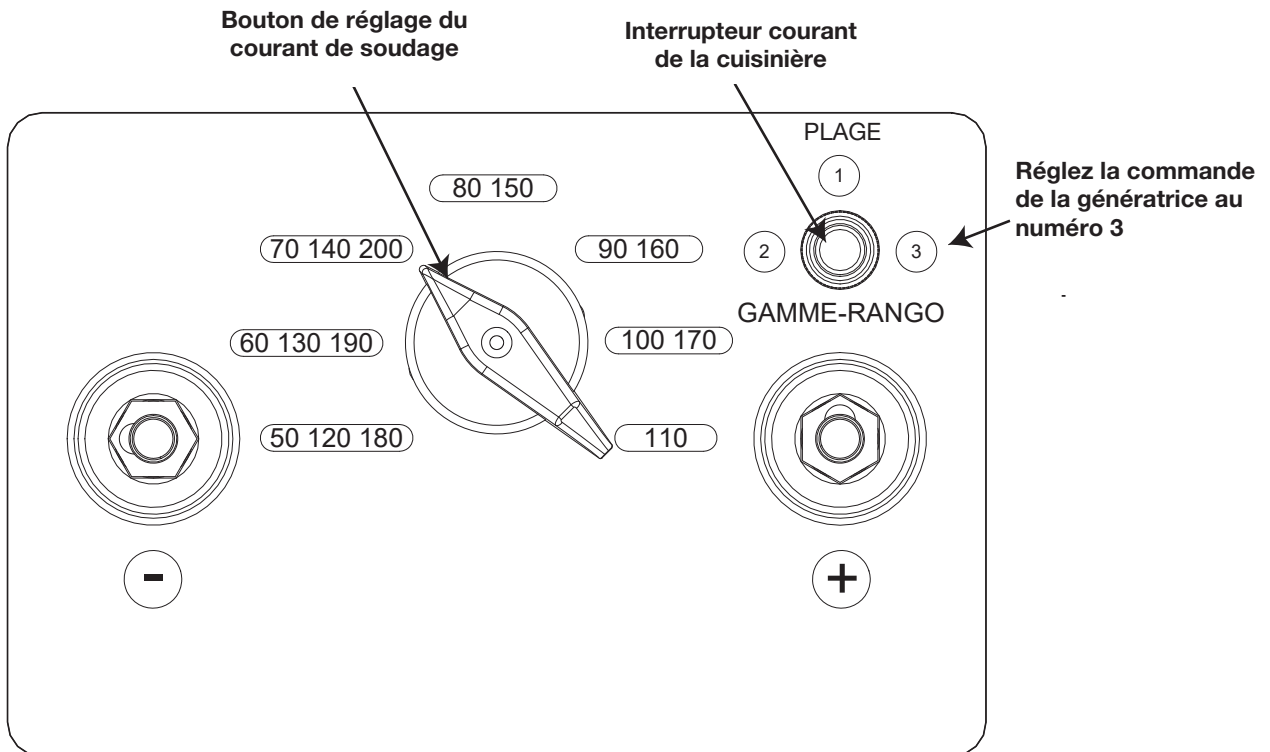

Figure 6 Panneau de commande
### L'INTERRUPTEUR INDIVIDUEL DE CUISINIÈRE ACTUEL (SITUÉ AU HAUT À LA DROITE DU PANNEAU DE COMMANDE DE L'ALTERNATEUR) DOIT ÊTRE RÉGLÉ AU NUMÉRO 3 (POSITION LA PLUS À DROITE) POUR UNE OPÉRATION DE 120 VAC OU DE 240 VAC. RÉFÉREZ-VOUS À LA FIGURE 6 (PAGE 13).
4. Réglez la plage de courant désirée à l'aide de l'interrupteur sélecteur de plage situé dans le coin supérieur droit du tableau de commande de l'alternateur. Reportez-vous à la figure 6 (page 13). Le chiffre blanc
① indique la gamme basse, le chiffre noir ② la gamme moyenne et le chiffre rouge ③, la gamme haute.
5. Réglez le bouton de réglage du courant de soudage (voir la figure 6) à l'intensité appropriée pour le diamètre de l'électrode. Veuillez consulter le fabricant de l'électrode pour connaître les réglages appropriés du courant.